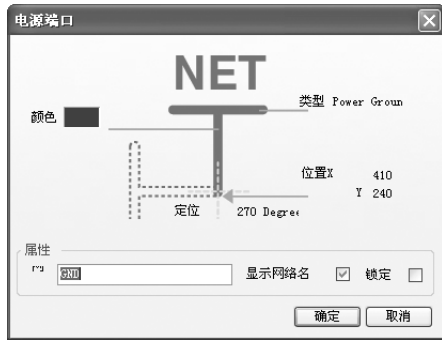

图 3-13 “电源端口”对话框
- 3) 设置电源和接地符号的属性。在放置电源和接地符号的过程中，用户可以对电源和接地符号的属性进行设置。双击电源和接地符号或在光标处于放置电源和接地符号的状态时按〈Tab〉键，弹出如图 3-13 所示的“电源端口”对话框，在该对话框中可以对电源或接